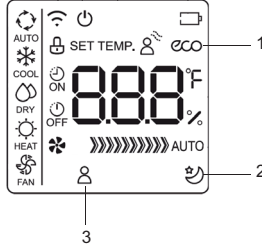

fig. 6 -
1. **"ECO" fonksiyonu** (part.1 "fig. 6 -") (iç ünite göstergesi, girilen sıcaklık değeri gösterildikten sonra ekranda arka arkaya gelen "E-C-O" harflerini gösterir). "Enerji tasarrufu" fonksiyonu, sadece COOL fonksiyonunda "ECO" tuşuna basılarak aktif hale getirilebilir. Eğer sıcaklık set point değeri 24°C'nin altında ise "ECO" modu aktif hale getirildiğinde sıcaklık set point değeri otomatik olarak 24°C'ye ayarlanır ve enerji tasarrufu için fan hızı "Auto" konumuna getirilir. Eğer sıcaklık set point değeri 24°C'nin üzerinde ise "ECO" modu aktif hale getirildiğinde sıcaklık set point değeri değiştirilmez ve fan hızı "Auto" konumuna getirilir. "ECO" çalışma modundan çıkmak için "ECO" tuşuna basınız ya da başka bir çalışma modu seçiniz ya da sıcaklık set point değerini 24°C'nin altına düşürünüz.
2. **SLEEP fonksiyonu** (bölüm 2 "fig. 6 -"). "SLEEP" modunu etkinleştirmek için "ECO" düğmesini 2 saniye basılı tutun, makineyi ekrandaki ilgili sembolle vurgulanan gece moduna geçirir. Set point sıcaklığı, belirlenen aralıklarda, maksimum 2 °C olmak üzere 1°C artar ("COOL" soğuk modda) ya da azalır ("HEAT" sıcak modda). SLEEP fonksiyonu 8 saat sonra otomatik olarak sona erer ve ünite son set point değerini koruyarak çalışmaya devam eder. Fonksiyon, "FAN" (havalandırma) ve "DRY" (nem alma) çalışma modunda mevcut değildir.
3. **"FOLLOW ME" fonksiyonu** (bölüm 3 "fig. 6 -"). HEAT - AUTO - COOL fonksiyonlarında aktif hale getirilebilir. Kumanda her 3 dakikada bir kumandadan okunan lokal sıcaklık sinyalini otomatik olarak klimaya gönderir. Bu sıcaklık makine kontrolü için referans alınır. Kumanda ve ünitenin birbirleri ile sinyal alış verişinde bulunabilmeleri gerekir. Eğer klima 7 dakika boyunca kumandadan sinyal almazsa bu değeri dikkate almayı bırakacak ve makine kenarındaki sonda tarafından okunan değeri kullanacaktır.